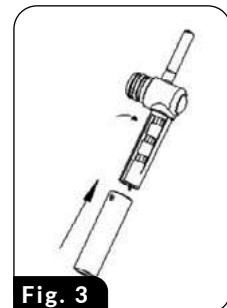

Fig. 3
1. Coloque tazas pequeñas en la base extensible (6) después de que se haya extendido.
2. Dos orificios grandes en la base (6) y la parrilla (9) están ubicados directamente debajo de la salida de café del portafiltro; indican la posición correcta de dos tazas pequeñas.
3. Coloque una taza grande directamente sobre la rejilla de la bandeja de goteo (9); luego, la base (6) debe insertarse dentro del dispositivo.
iATENCIÓN! Cuando prepare café CAPPUCINO o LATTE, asegúrese de ajustar la boquilla del tubo de espuma (22). También puede ajustar la longitud de la boquilla de leche espumosa bloqueándola en diferentes configuraciones de longitud para adaptarse a diferentes tamaños de taza (fig. 3).